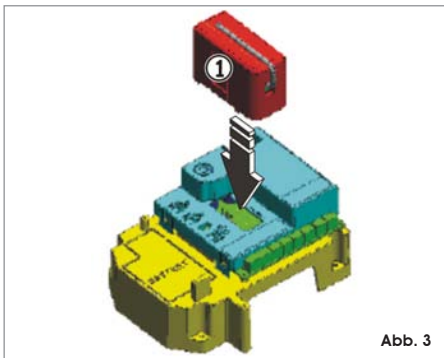

Abb. 3
Das elektronische Steuergerät ist mit einem integrierten zweikanaligen Entschlüsselungssystem ausgestattet. Dieses System ermöglicht über ein zusätzliches Empfängermodul (Abb. 3 Bez. ①) und Funksteuerungen derselben Frequenz sowohl die Einspeicherung der vollständigen Öffnung (OPEN A) als auch die der Teilöffnung (OPEN B) der Automation.